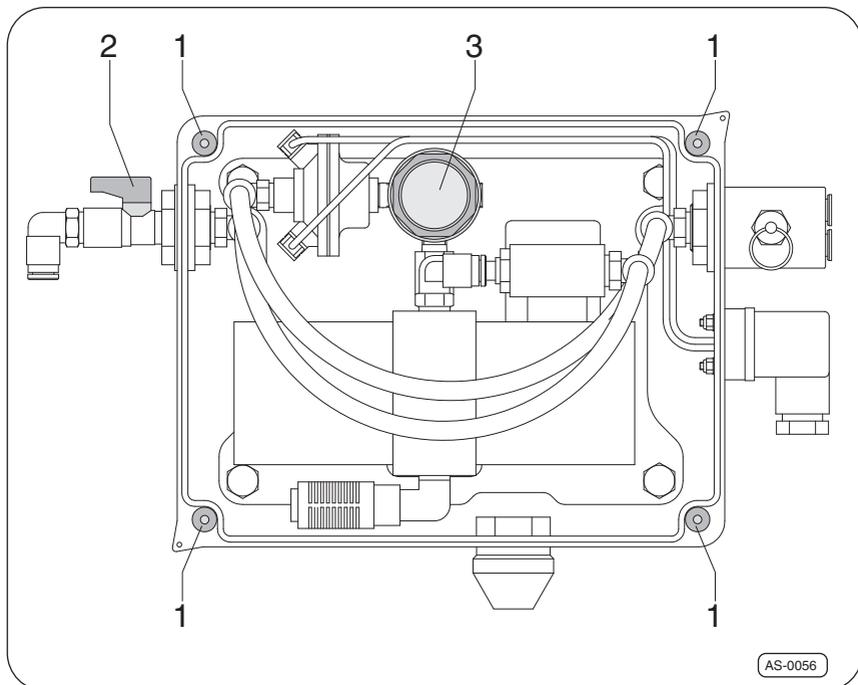

Fig. 12 · Abrir la unidad de control
1. Abrir la unidad de control soltando los tornillos (4x) ⇒Fig. 12, –pos. 1– de la tapa.
3. Para aumentar la presión de salida, desbloquear el botón de ajuste –pos. 3– extrayéndolo y girarlo poco a poco hacia la derecha.
4. Tras finalizar el proceso de bombeo, leer el manómetro y purgar la presión en la válvula de protección contra la sobrepresión –pos. 2–.
5. Para disminuir la presión de salida, desbloquear el botón de ajuste –pos. 3– extrayéndolo y girarlo poco a poco hacia la izquierda.
6. Purgar la presión en la válvula de protección contra la sobrepresión –pos. 2– y repetir dos veces el proceso.
7. Bloquear el botón de ajuste –pos. 3– presionándolo hacia dentro.
8. Fijar la tapa mediante los tornillos (4x) –pos. 1– a la unidad de control y apretar a mano.